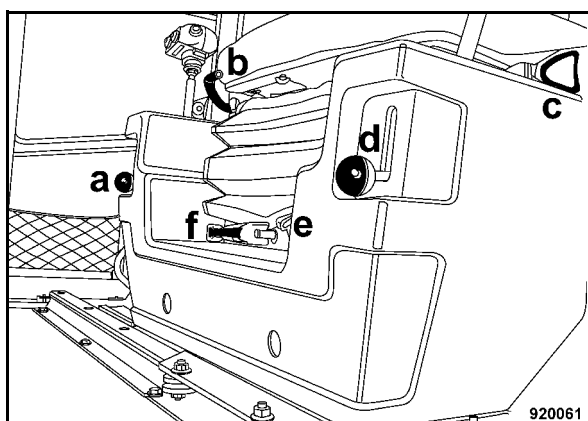

Fig. 103
- a = Tirare la leva e far innestare il sedile di guida (Fig. 103) in una delle 9 posizioni laterali.